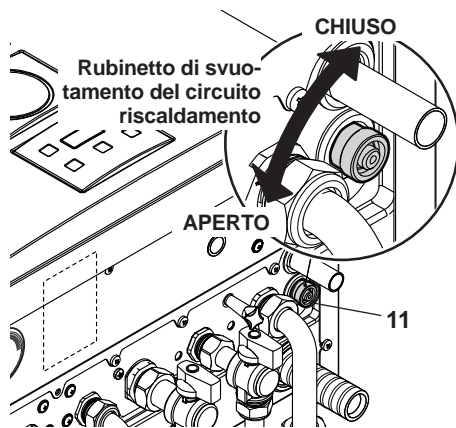

Figura 9.5
- Allentare il rubinetto di svuotamento del circuito riscaldamento 11 indicato in Figura 9.5.